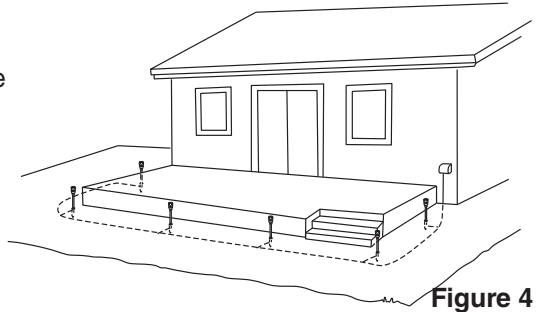

Figure 4
1. Déposer le câble à basse tension de 65 pieds, relié au contrôleur, autour de la zone de protection désirée (figure 4).